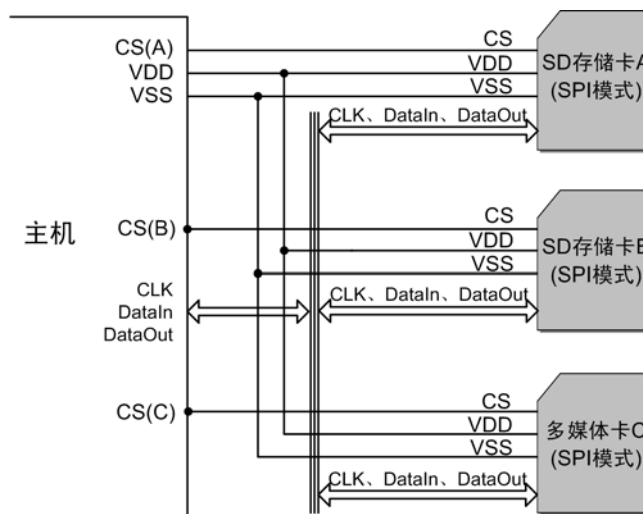

图 1.4 SD 存储卡系统 (SPI 模式) 的总线拓扑结构
SPI 总线以字节为单位进行数据传输, 所有数据令牌都是字节(8 位)的倍数, 而且字节通常与 CS 信号对齐。SD 卡存储卡系统如图 1.4 所示。
当主机外部连接有多张 SD 卡或 MMC 卡时，主机利用 CS 信号线对卡进行寻址。例如：在图 1.4 中，当主机需要向 SD 存储卡 A 传输数据或需要从该卡接收数据时，必须将 CS(A) 置为低电平（同时其它卡的 CS 信号线必须置为高电平）。
由图 1.4 可见，当 SPI 总线上挂接 N 张卡时，需要 N 条 CS 片选线。